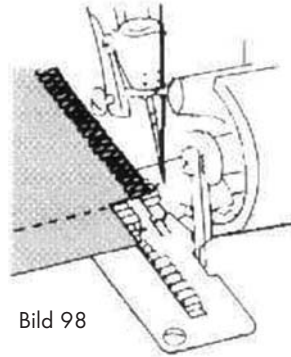

Bild 98
4. Dra tyget så långt bakåt att tråden lossnar från fingret på stygnplåten 19. (För att det ska vara lättare att se finns pressarfoten 21 inte med på ritningen - bild 98).